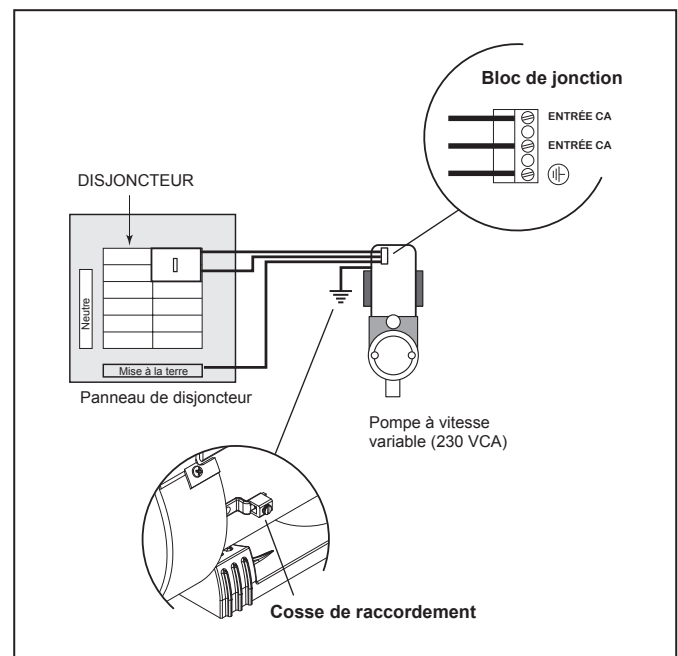

Figure 8. Collage du moteur
2. Faire le raccordement de mise à la terre du moteur à l'aide de la cosse externe fournie. Voir la Figure 8.